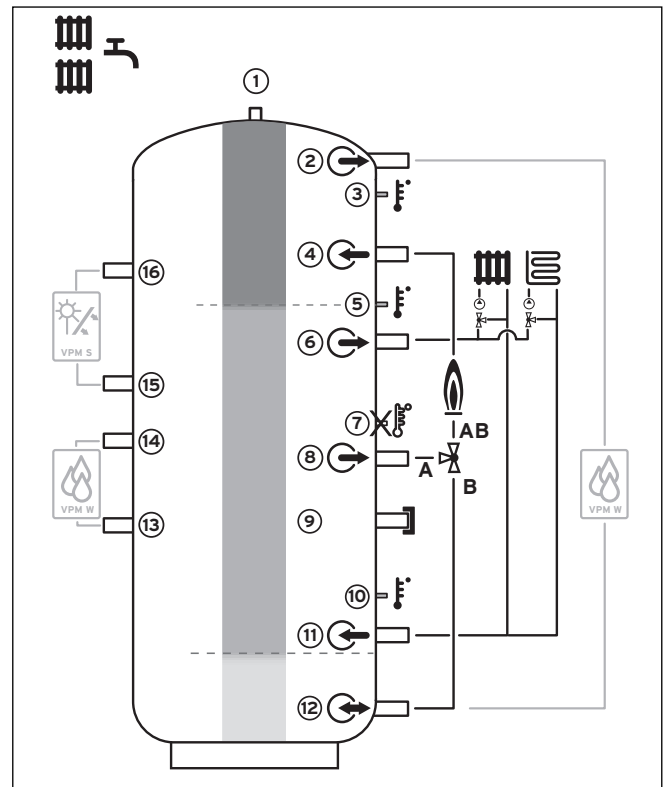

Fig. 4.2 Tilslutningsdiagram beboelsesanvendelse
- Monter rentvandsstationen på frem- og returløb (se fig. 4.2, 13/14).
- Monter solvarmeladestationen på frem- og returløb (se fig. 4.2, 15/16).
- Monter tre VR 10 temperaturfølere, der medfulgte ved levering af solvarmesystemregulator VRS 620/3, i bufferbeholderens følerrør (se fig. 4.2, pos. 3, 5 og 10).
Hvis det i henhold til hydraulikdiagrammet er nødvendigt med en motordrevet omskifterventil for at skifte om mellem beredskabsdelene til varmtvand og til varme, så gælder følgende monteringsituation (se fig. 4.2):